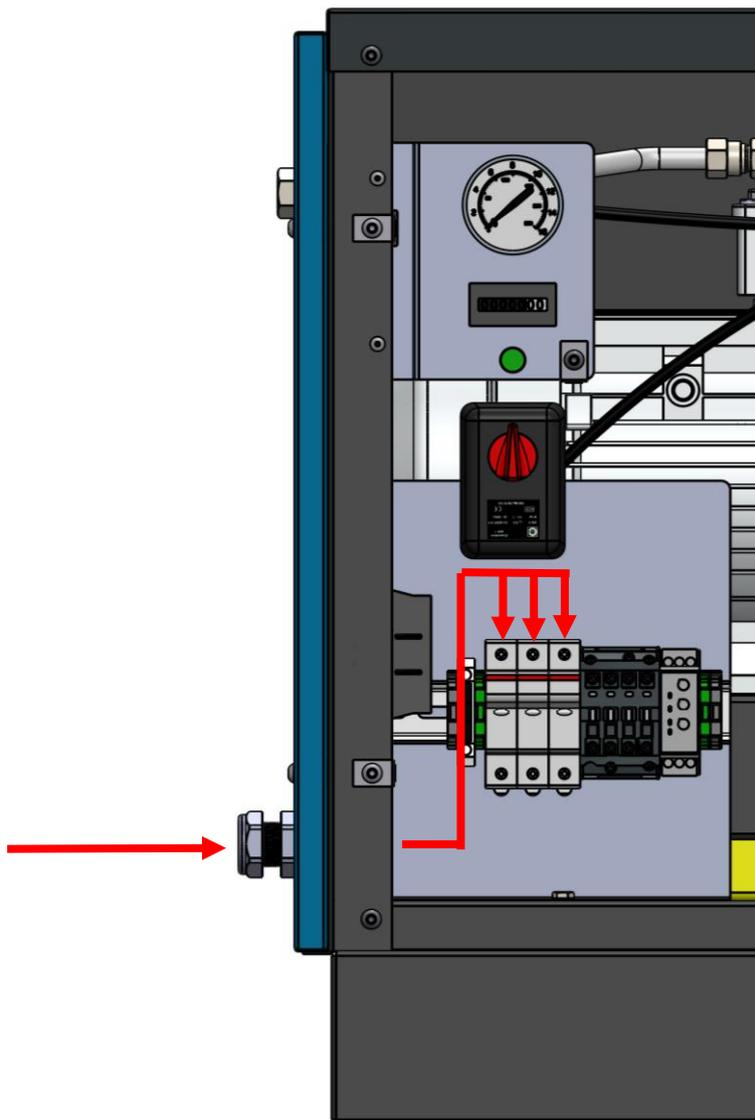

Figura 5
1. Inserire il cavo di alimentazione attraverso il pressacavo indicato dalla freccia rossa come indicato in figura 5.
2. Collegare L1 L2 L3 alla morsettiera come indicato in figura 5.